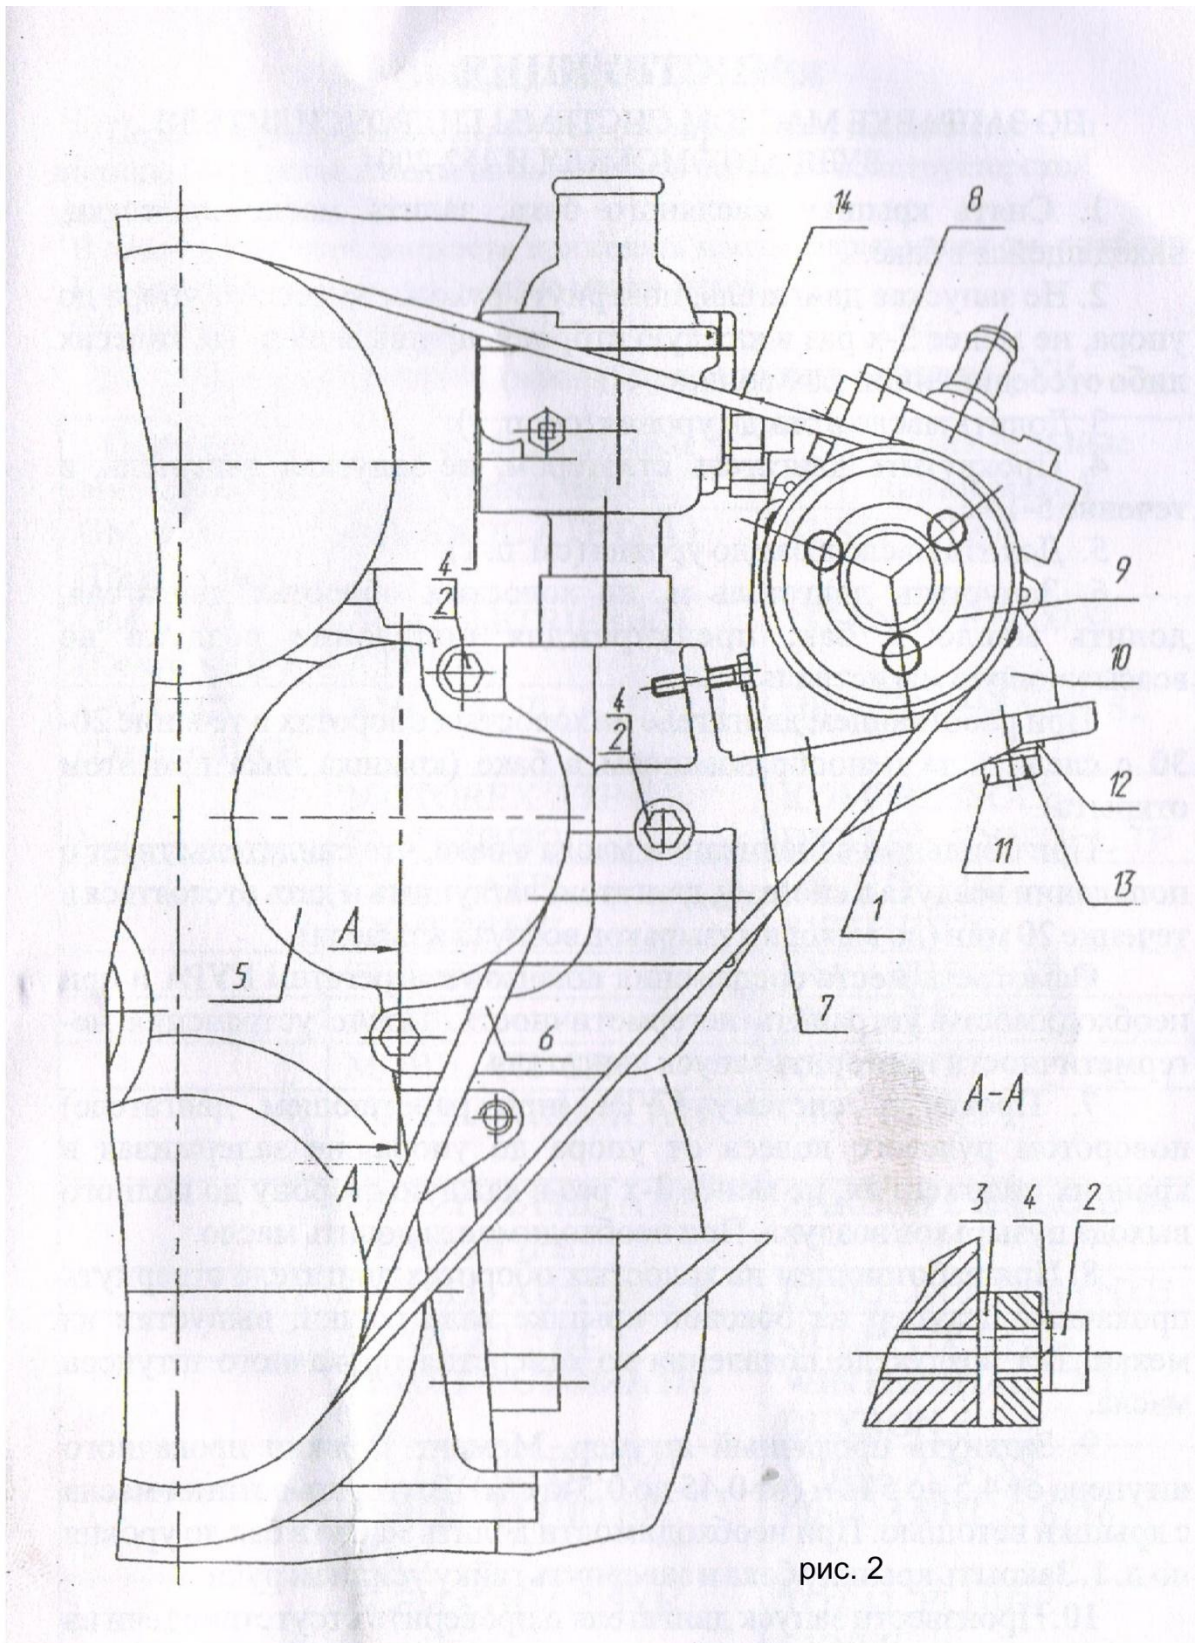

рис. 2
- 3.1.1. Установить кронштейн крепления насоса поз.1 (рис. 2) на двигатель ,закрепить кронштейн тремя болтами поз.2. Болты М8 поз.2 , пружинные шайбы поз.4 использовать снятые с автомобиля. Момент затяжки болтов поз.2 производить с усилием от 25 до 30 Нм (от 2,5 до 3,0 кгс\*м)